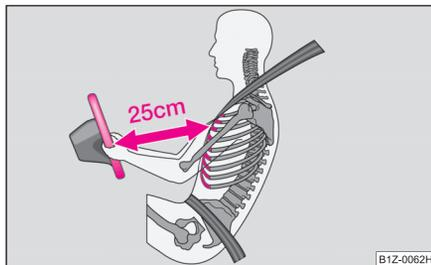

Abb. 128 Sicherer Abstand vom Lenkrad
- Für den Fahrer und Beifahrer ist es wichtig, einen Abstand von mindestens 25 cm vom Lenkrad bzw. von der Schalttafel einzuhalten ⇒ Abb. 128. Wenn Sie den Mindestabstand nicht einhalten, kann Sie das Airbag-System nicht schützen - Lebensgefahr! Außerdem müssen die Vordersitze und die Kopfstützen immer der Körpergröße entsprechend richtig eingestellt sein.